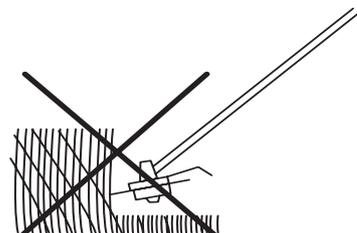
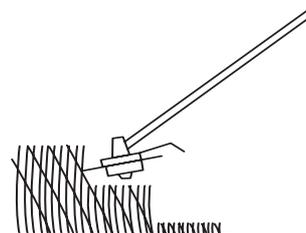

Fig. 14c
Fig. 14d
6. Gardez l'accessoire de coupe propre en enlevant au fur et à mesure les résidus végétaux qui pourraient le bloquer. Examinez régulièrement l'appareil. Coupez le moteur, mettez le bouton marche/arrêt (12b) sur "STOP" et enlevez le connecteur de la bougie (2), puis procédez à la vérification.
7. N'essayez pas de couper les herbes hautes d'un seul coup: procédez toujours par étapes (fig. 14c). Une coupe par étapes donne de meilleurs résultats (fig. 14d).